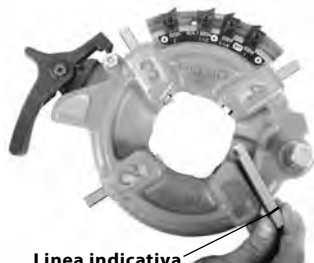

Figura 14 – Inserimento dei pettini
5. Inserire gli opportuni pettini nella testa portapettini con il margine numerato rivolto verso l'alto, fino a quando la linea dell'indicatore sarà a pari con il margine della testa portapettini (vedere la Figura 14). I numeri sui pettini devono corrispondere ai numeri sulle fessure della testa portapettini. Sostituire sempre i pettini come set - non mescolare pettini provenienti da set diversi.